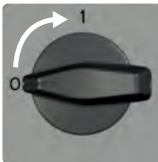

Fig. 12: Stil DC-aktiveringskontakten på position I
- Stil DC-aktiveringskontakten på vekselretteren på position I (Fig. 12). Efter en kontrol med den interne ENS (ca. 2 minutter) kan den tilførte effekt vises på displayet (forudsat, at der er solindstråling).